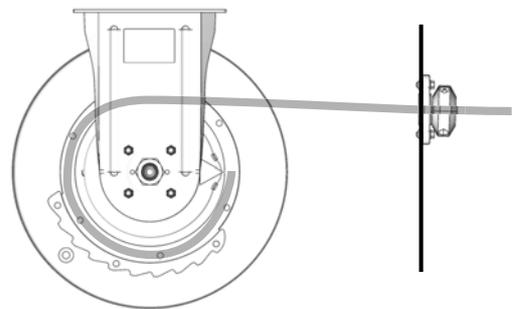

FIG. 3
**REMARQUE :** Les enrouleurs fonctionnent le mieux lorsque l'on peut dérouler le tuyau en le tirant tout droit hors de l'enrouleur, voir FIG. 3.